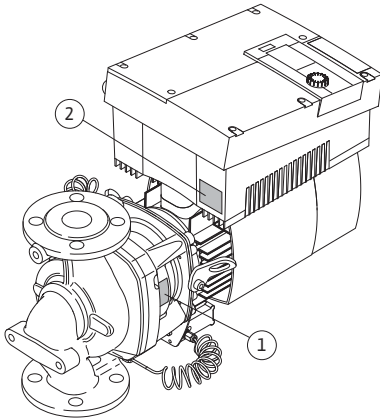

Fig. 11: Anordnung der Typenschilder:
- Das Pumpentypenschild (Fig. 11, Pos. 1) beinhaltet die Seriennummer (Ser.-No.../...), die z. B. für die Ersatzteilbestellung erforderlich ist.
- Das Elektronikmodul-Typenschild (Elektronikmodul = Inverter bzw. Frequenzumformer) (Fig. 11, Pos. 2) gibt die Bezeichnung des verwendeten Elektronikmoduls an.